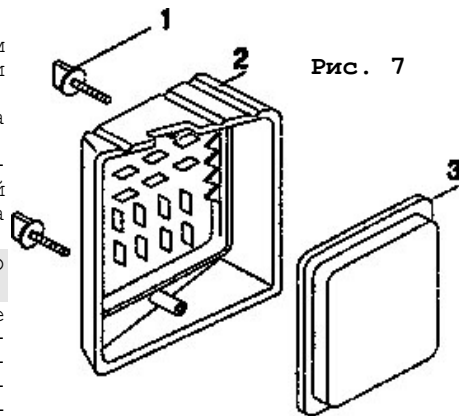

Рис. 7
9.4.2. Демонтировать крышку поз. 20 на рис. 1 (поз. 2 на рис. 7). При отделении крышки от корпуса не повредить уплотнение. Снять фильтрующий элемент поз. 3 (рис. 7).
9.4.4. При обнаружении любых дефектов фильтрующий элемент поз. 3 (рис. 7) заменить новым оригинальным (номер по каталогу: EG-M152-E03).